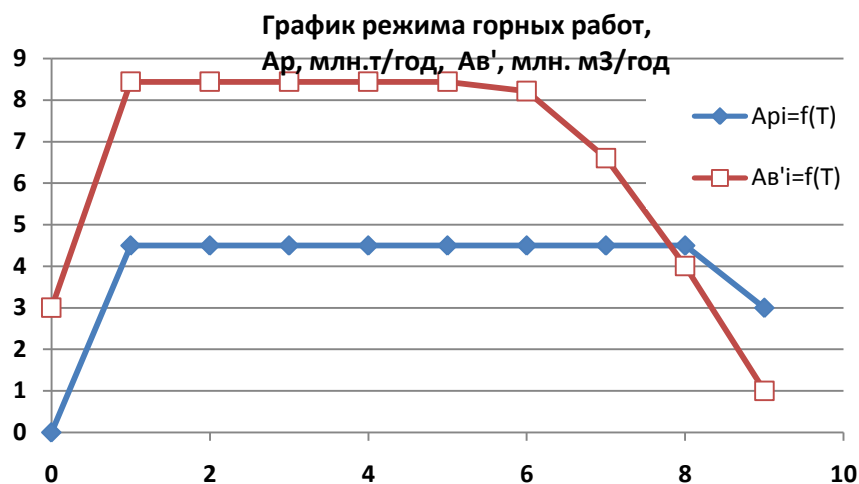

Рис. 3 – Возможная производительность по руде
4. Построение графика (календаря) режима горных работ (табл. 3 и рис. 3).